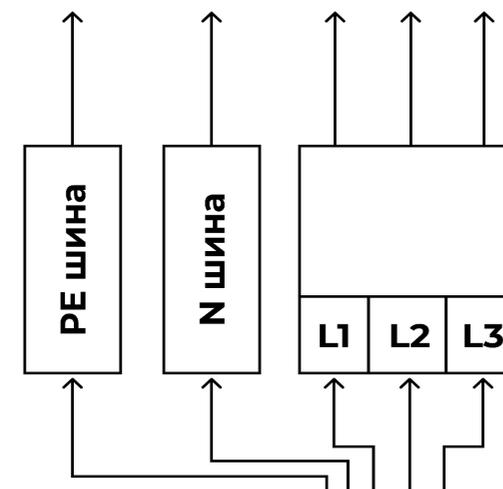

Рисунок 9. схема подключения сети электропитания.
5.7.6 Питание станции ЭЗС осуществляется от трёхфазной сети переменного тока. Разводка проводов питающей сети производится на выключатель нагрузки QF1 (крайний нижний на DIN-рейке). Места для подключения фазных проводов промаркированы метками «L1», «L2», «L3» «N», «PE» (рисунок 9)